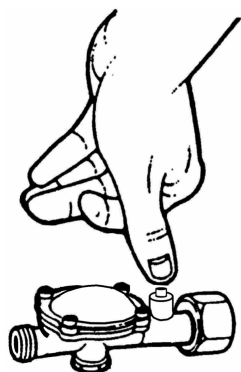

Рис. 9
1. Откройте газовый баллон (см. Рис. 5) Нажмите на сброс-кнопку безопасности на редукторе газа (Рис. 9).